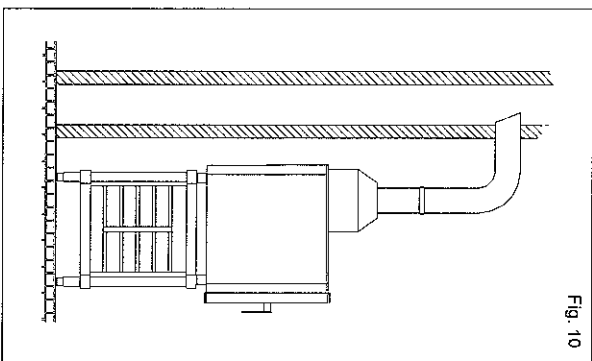

Fig. 10
- de conducto natural, cuales por ejemplo un conducto de humo de tiro natural, de segura eficacia para eliminar los productos de la combustión directamente al exterior (Fig. 10). El proseguimiento tiene lugar hacia el exterior o en una chimenea con conducto idóneo resistente a una temperatura de 300°C. Dicha intervención tiene que garantizar la libre eliminación de los humos, sin obstrucciones y/o debido a una largura demasiado del tubo de eliminación (largura máxima 3m).